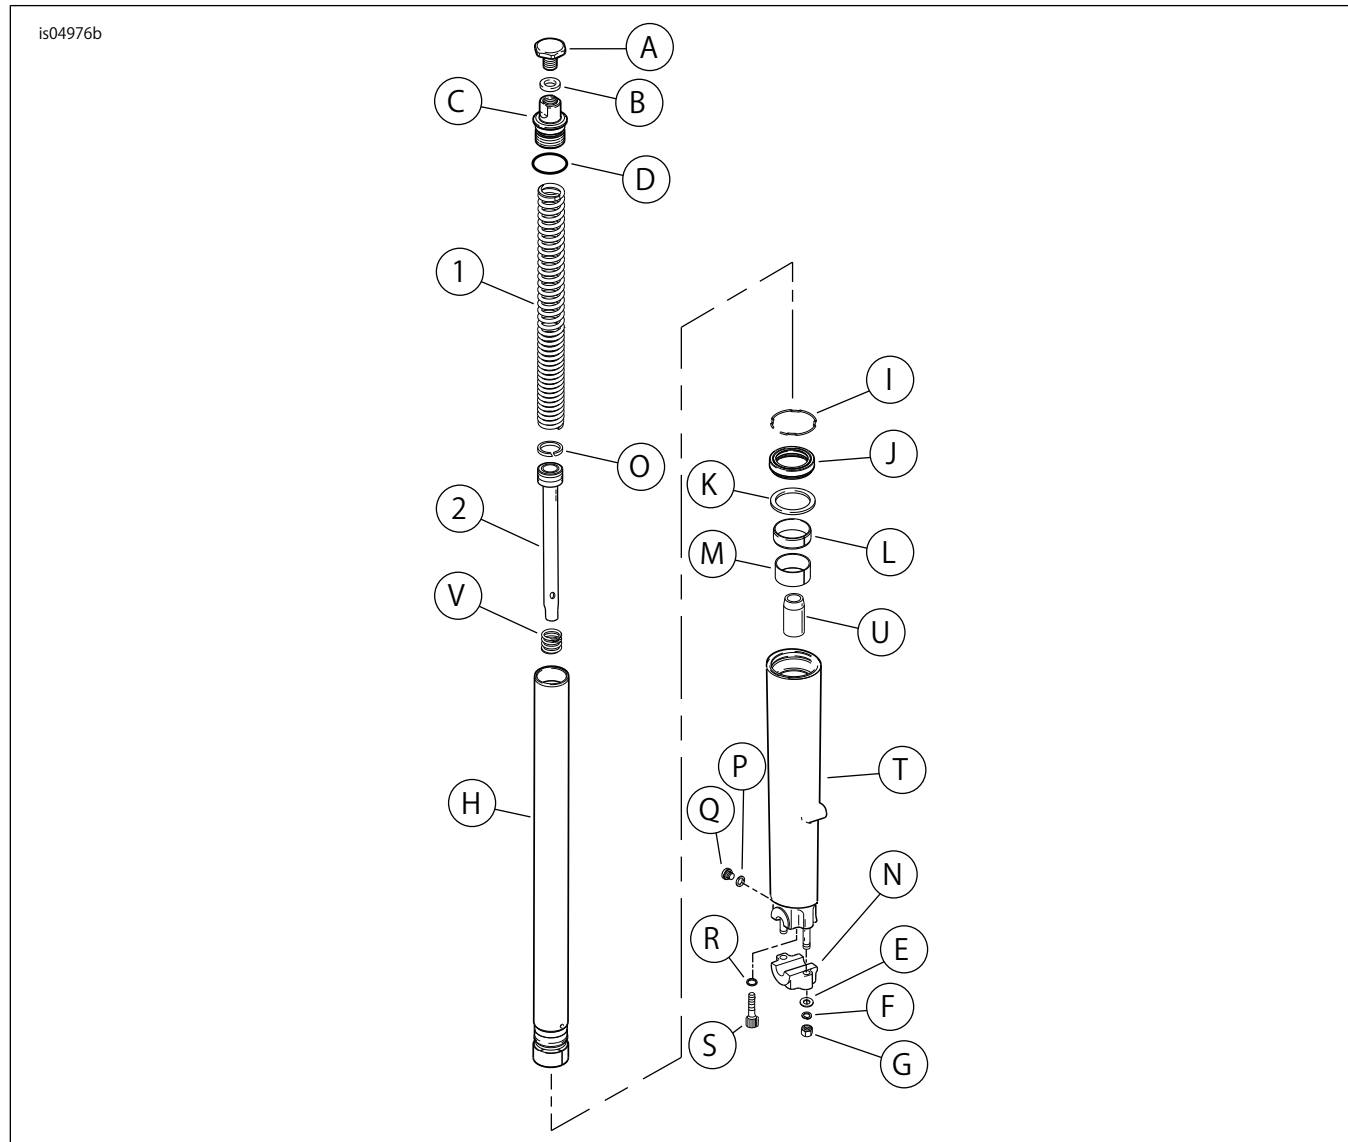

図6。交換用パーツ:ロードキングフロントエンドロワリングキット
2. 「図6」を参照してください。ナット(G)、ロックワッシャー(F)、フラットワッシャー(E)、軸ホルダー(N)をフォークスライダ(T)の先のスタッドから外します。
ステップ4~16の手順については、「図6」を参照してください。
以下の手順については、図6を参照してください。